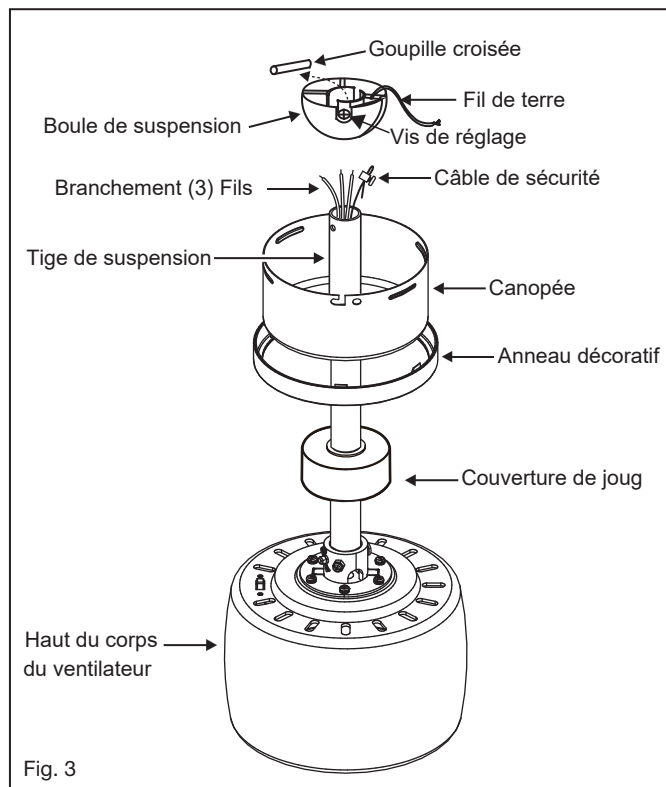

Fig. 3
5 Placez le crochet en S sur le support de suspension. Accrochez l'auvent (avec le boîtier du moteur du ventilateur fixé) au crochet en S du support de suspension en utilisant l'un des trous situés sur le bord de l'auvent (Fig. 3). Cela vous permettra d'effectuer les connexions électriques sans avoir à maintenir le ventilateur également.
- 6 Glissez le couvercle de l'empîecement, l'anneau décoratif et l'auvent sur la tige de suspension. (Fig.3)